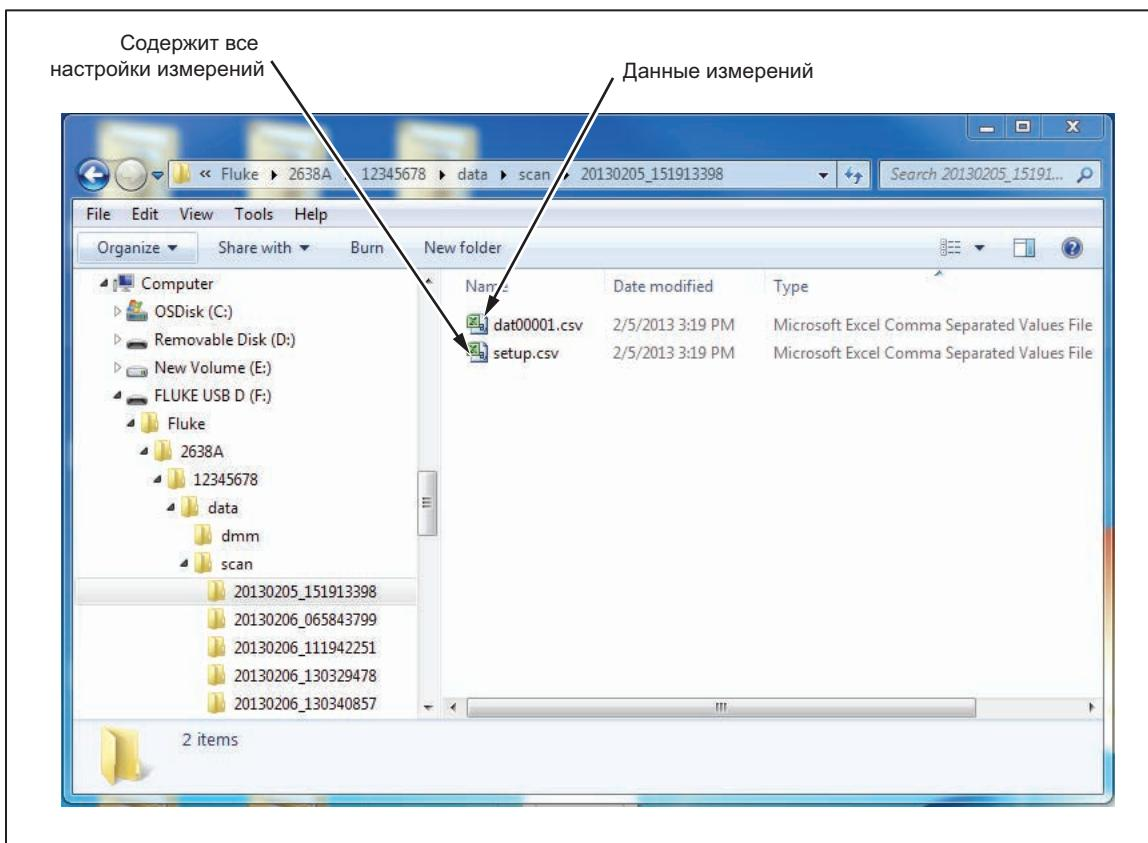

Рисунок 4-8. Файлы Setup.csv и Dat00001.csv
- Перейдите к папке с данными (см. рис. 4-8 с примером структуры папок):
- 6. Откройте файл двойным нажатием кнопки мыши. Папка с временной меткой содержит два файла (.csv) в формате разделения запятой: **setup.csv** и **dat00001.csv**. Файл **setup.csv** содержит все параметры измерений, сконфигурированные при записи данных. Файл **dat00001.csv** содержит все записанные данные измерений. См. рис. 4-8.